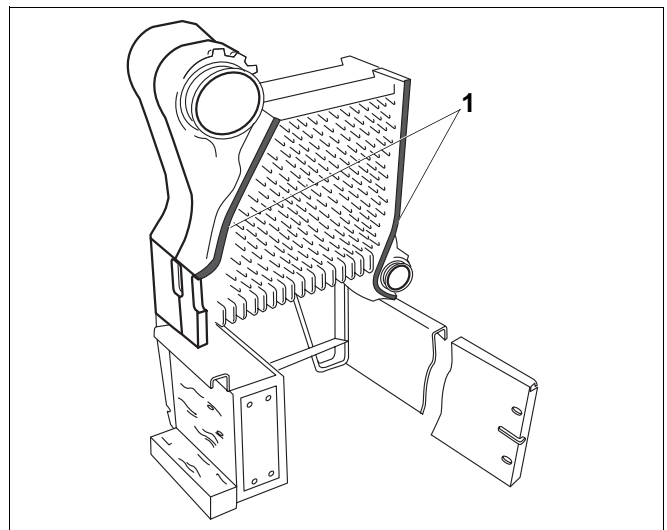

Fig. 11 Poser le cordon d'étanchéité
- Poser le cordon d'étanchéité élastiques dans les rainures d'étanchéité (fig. 11, **pos. 1**) et presser.